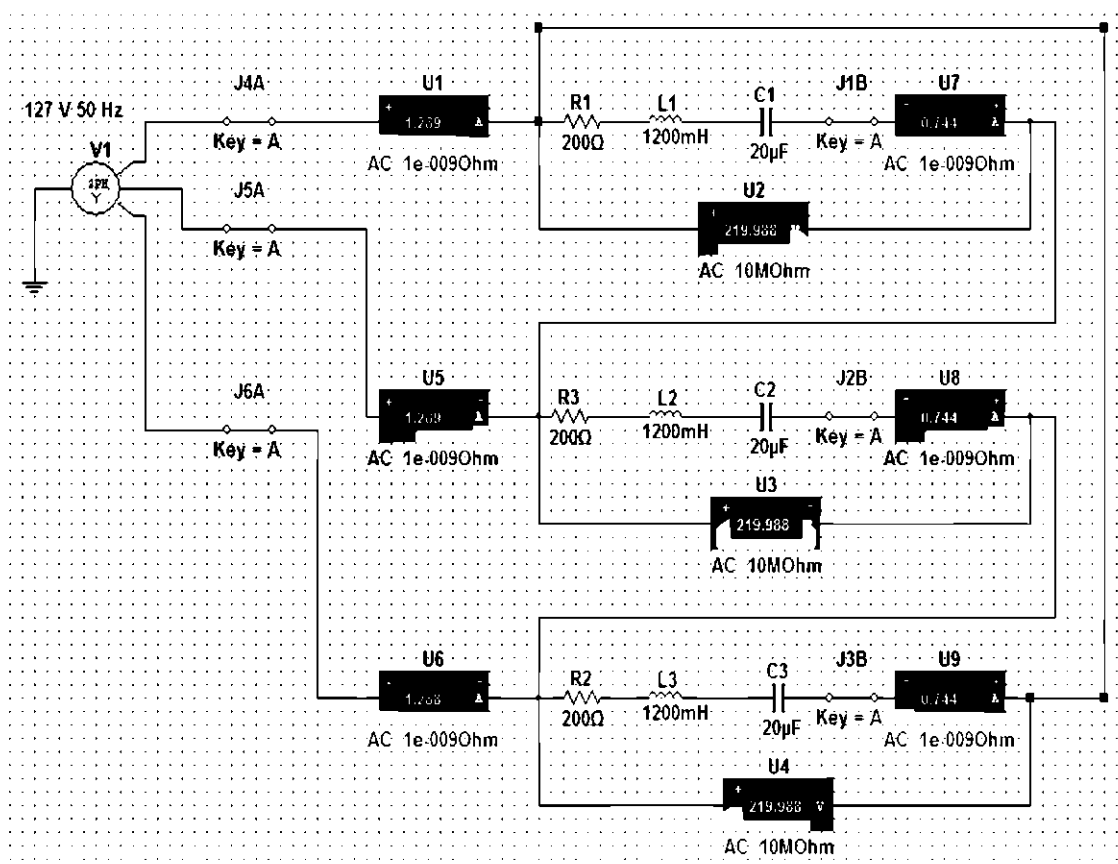

Рис. 6.3. Схема цепи с соединением фаз приемника по схеме «треугольник»
1. Собрать на рабочем поле экрана электрическую цепь синусоидального тока с соединением фаз приемника по схеме «треугольник» (рис.6.3).
Для случая, рассмотренного на рис. 6.3 векторная диаграмма для симметричной нагрузки имеет вид (табл. 6.3):